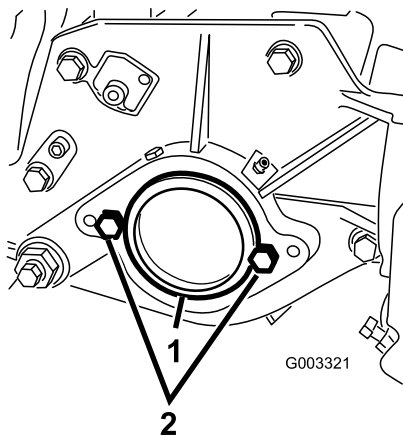

图7
- 在滚刀组右侧，从轴承座中取下塑料盖（图7）。
- 从右侧板卸下 2 个平头螺丝（图7）。
- 将 2 个滚刀马达安装平头螺丝宽松地安装至滚刀组左侧板（图7）。